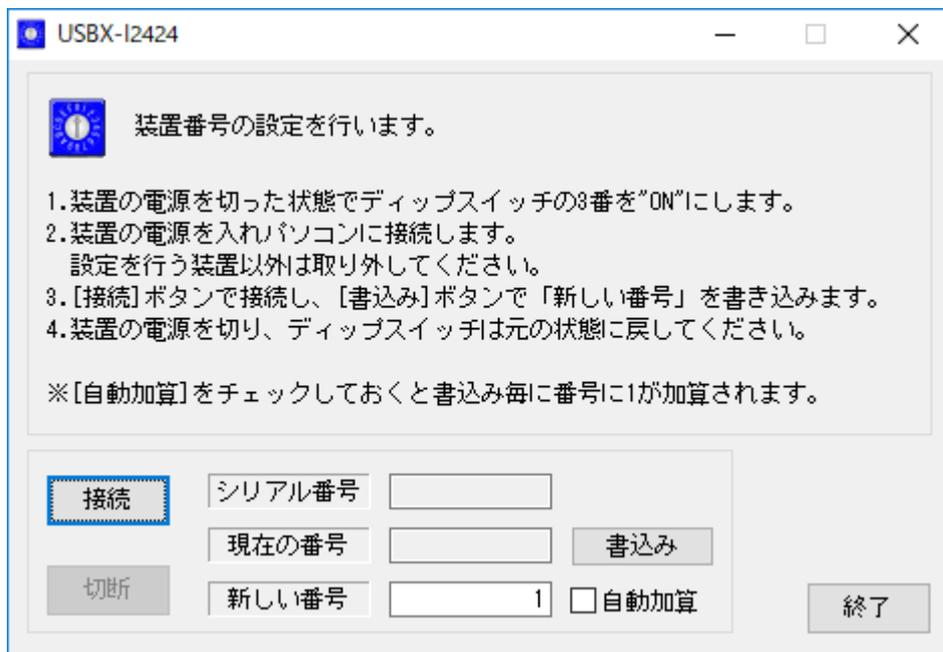

図 22 番号設定ツールの画面
2. 設定ツールのメニュー画面(図 21)から[装置番号設定ツール]ボタンを押します。図 22 のような画面が表示されます。